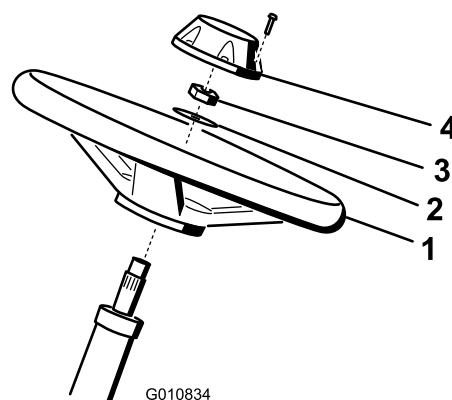

図 4
1. ハンドルをステアリング シャフトにはめ込む (図 4)。
2. ワッシャをステアリングシャフトにはめ込む (図 4)。
3. ジャムナットでハンドルを固定し、2.8-3.6 kg.m に トルク締めする (図 4)。
4. キャップを取り付け、ねじで固定する（図 4）。